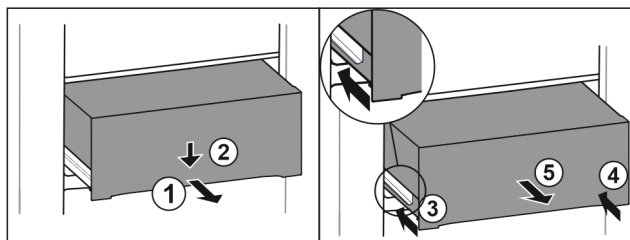

Fig. 104
- Húzza ki félig a fiókot. Fig. 104 (1)
- Nyomja le a fiók elülső oldalát. Fig. 104 (2)
- Tolja be a bal oldali sít körülbelül 2 cm mértékben. Fig. 104 (3)
- Tolja be a jobb oldali sít körülbelül 2 cm mértékben. Fig. 104 (4)
- Vegye ki a fiókot előre felé. Fig. 104 (5)